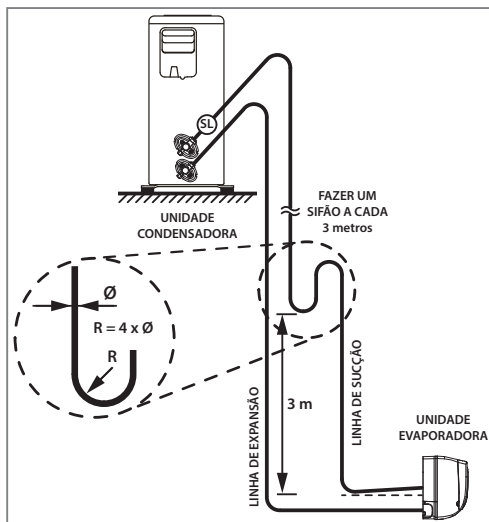

FIG. 12 - LINHAS DE INTERLIGAÇÃO
1. Quando a unidade condensadora estiver em um nível superior ao da unidade evaporadora, fazer sifões nas subidas da linha de sucção a cada 3,0 metros; considerando desde a saída da evaporadora (Fig. 12).
3. Incluir as linhas horizontais de sucção no sentido do fluxo. (Fig. 12)